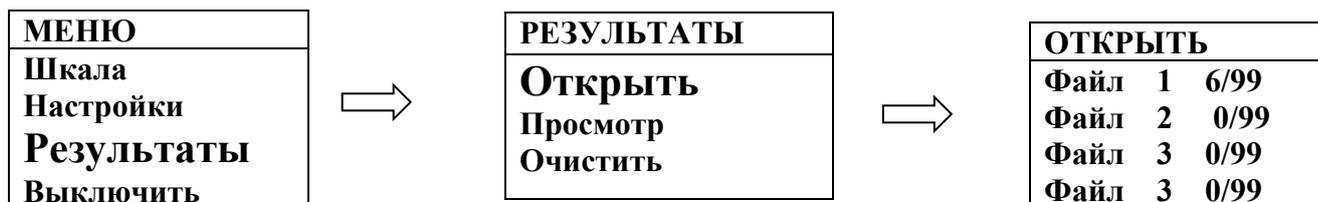

Рис. 3 Выбор файла для записи результатов.
Для указания одного из 99 файлов для записи результатов выберите в меню РЕЗУЛЬТАТЫ пункт ОТКРЫТЬ, нажмите кнопку . Затем кнопками   укажите конкретный файл и нажмите кнопку  для открытия файла (см. рис.3)
**Важно!** Для всех файлов на рис.3 справа указано состояние в формате **XX/99**, где **XX** – фактическое число занятых ячеек, а **99** – общее количество возможных записей в файле. Другими словами, на рис.3 первый файл заполнен полностью (запись в него невозможна), второй файл пустой, а в третьем использовано только три ячейки из 99 возможных.